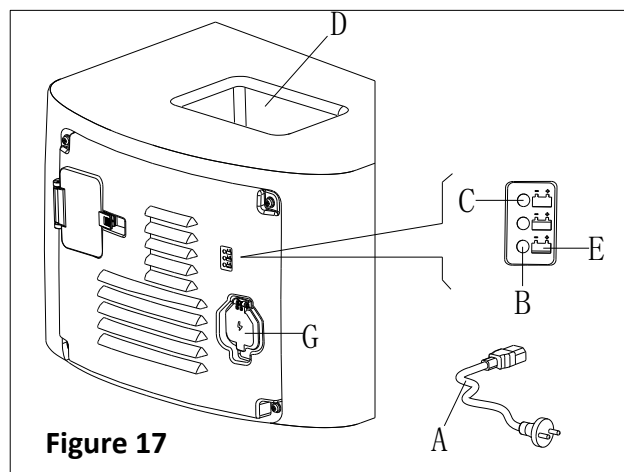

Figure 17
6. Connecter le câble du chargeur de batterie (A, Figure 17) au réseau électrique (G) et puis toutes les fonctions de la machine, sauf la charge, sont coupées automatiquement.
Pour plus d'informations sur le chargeur embarqué (E, Figure 17), veuillez se référer au manuel correspondant du centre de service.